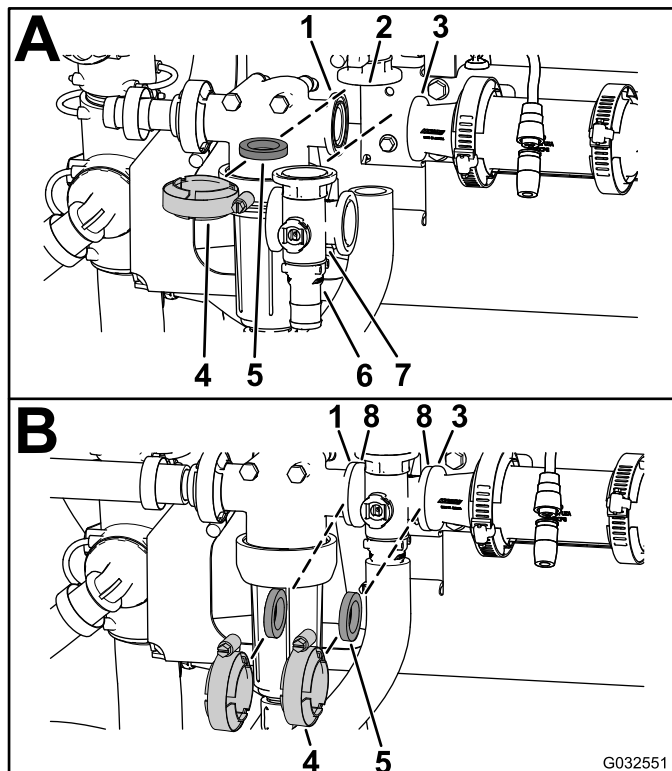

Figura 115
1. Alinhe a flange da válvula de derivação da agitação, uma junta e a flange da união do tampão do coletor da válvula de agitação (Figura 115 A).
2. Monte a válvula de derivação da agitação, junta e coletor da válvula de agitação com uma braçadeira bem apertada à mão (Figura 115 A).
3. Alinhe uma junta entre as flanges da cabeça do filtro de pressão e o coletor da válvula de agitação (Figura 115 B).
4. Monte a cabeça do filtro de pressão, junta e coletor da válvula de agitação com uma braçadeira bem apertada à mão (Figura 115 B).
5. Alinhe uma junta entre as flanges do coletor da válvula de agitação e acoplador de redução (Figura 115 B).
6. Monte o coletor da válvula de agitação, junta e acoplador de redução com uma braçadeira bem apertada à mão (Figura 115 B).
7. Alinhe uma junta entre as flanges do coletor da válvula de agitação e a união do adaptador para válvula de aceleração da agitação (Figura 115 C).
8. Monte o coletor da válvula de agitação, junta e união do adaptador com uma braçadeira bem apertada à mão (Figura 115 C).